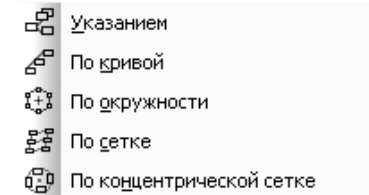

Рис. 2.7. Всплывающее меню пункта **Копия** выпадающего меню пункта **Редактор** главного меню
- **Копия** вызывает всплывающее меню, показанное на рис. 2.7.